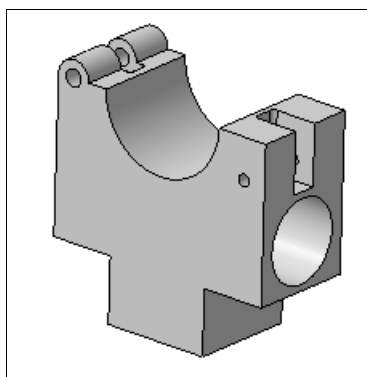

Рис. 18.28. Модель после вырезов со стороны большой грани
- ◆ вызовите команду **Вырезать элемент выдавливанием** и вырежьте из параллелепипеда два прямоугольника на всю длину (рис. 18.28);